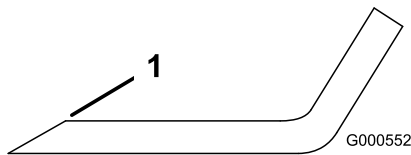

Figura 58
- Utilice una lima para afilar el filo de corte en ambos extremos de la cuchilla (Figura 58).
**Nota:** Si la cuchilla no está equilibrada, rebaje algo el metal en la parte de la vela solamente con una lima (Figura 58).